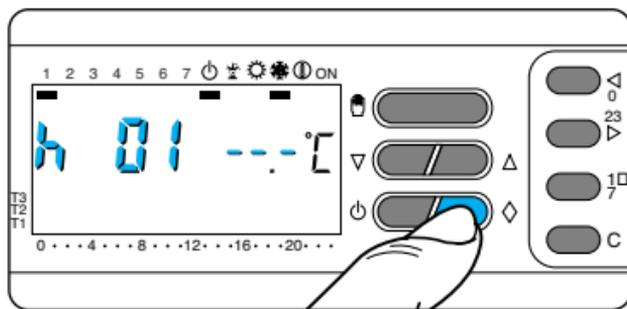

Fig. 69
13.5 - Premere una sola volta il pulsante \diamond (fig. 69).